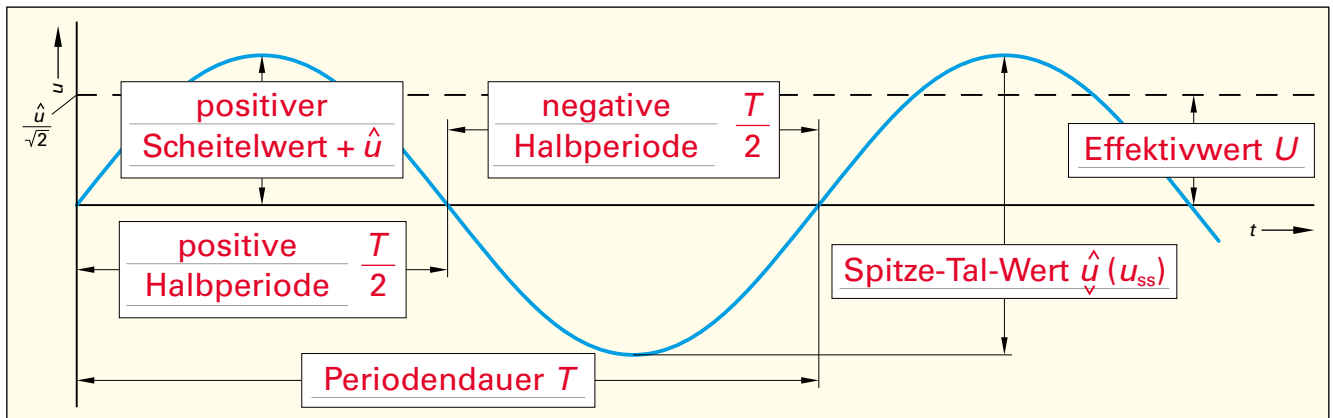

Bild 1: Sinusspannung
2. Tragen Sie die Kenngrößen und Formelzeichen einer Sinus-Wechselspannung im **Bild 1** ein.